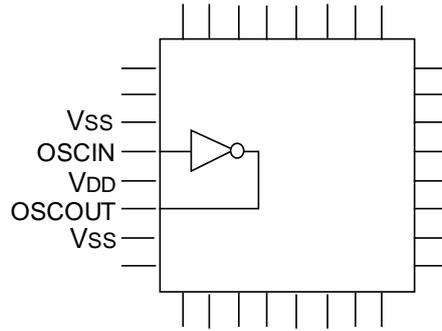

図 7-4 クリティカル信号配置例 2
- ② 発振回路の入出力端子（OSCIN、OSCOU）はお互い近くに配置し、電源端子（VDD、VSS）で挟んで下さい。また、発振回路と同期する出力端子を近くに配置しないで下さい。（図 7-4）